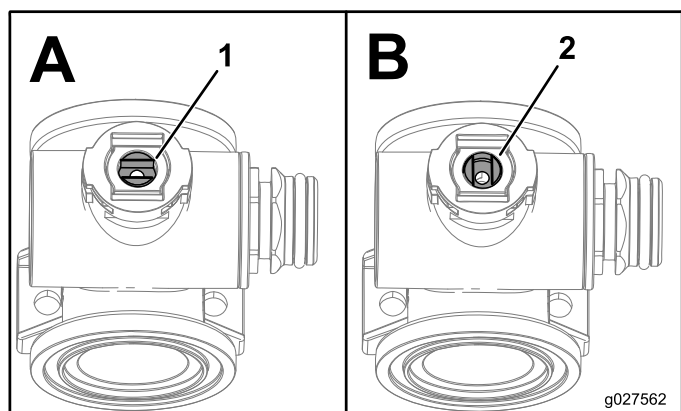

Рисунок 77
1. Расположите шток клапана таким образом, чтобы он был в закрытом положении (Рисунок 77 В).
3. Поверните шток клапана таким образом, чтобы шарик был в открытом положении (Рисунок 77А).
7. Поверните шток клапана в сборе таким образом, чтобы клапан был закрыт (Рисунок 77В).